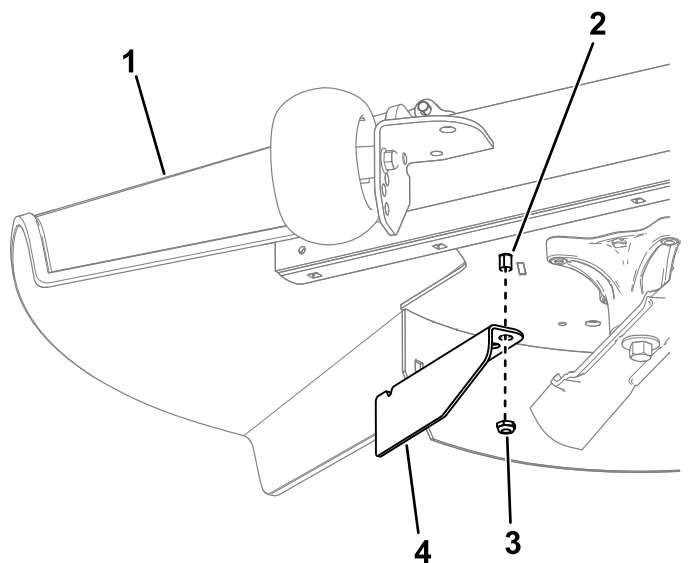

Figura 15
- Îndepărtați piulița de la tija deflectorului pentru iarba de sub puntea mainii de tuns iarba (Figura 15).
- Utilizai piulia pentru a monta deflectorul de separare pe tija deflectorului pentru iarbă, folosind orificiul exterior al deflectorului (Figura 15).